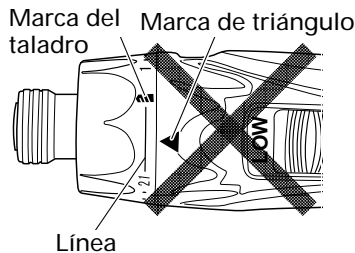

Fig. 9
- Evite usar la unidad con el número del dial del embrague entre "21" y la línea provista en el medio de la marca del taladro "◁▷". Si lo hiciese, se podrían producir daños (Consulte la Fig. 9).